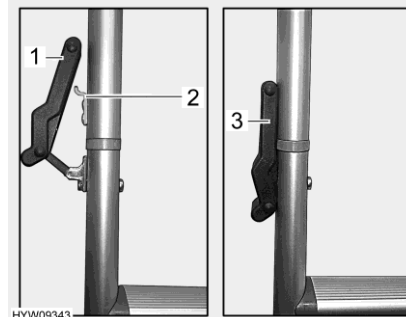

Fig. 50 Fermeture (échelle de montée)
- Des deux côtés, accrocher les fermetures en caoutchouc (Fig. 50,1) au crochet (Fig. 50,2) et presser vers le bas. S'assurer que les fermetures en caoutchouc (Fig. 50,3) adhèrent bien aux longerons.
- Desserrer les fermetures en caoutchouc (Fig. 50,3).